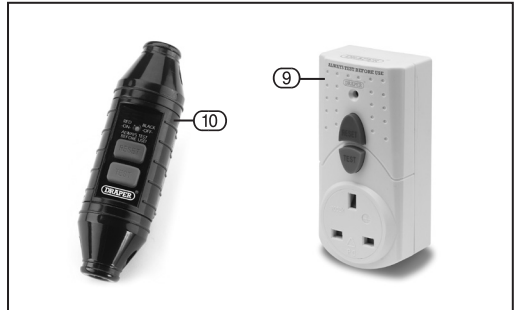

FIG.5
7.3 CONNECTING TO POWER VIA RCD – FIG.5